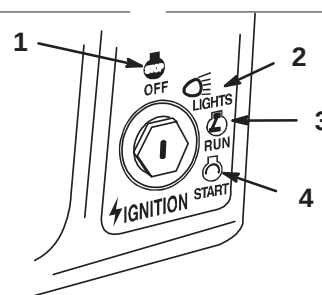

Figure 6
6. Tourner la clé de contact dans le sens des aiguilles d’une montre jusqu’en position de démarrage (“START”, Fig. 6), la maintenir jusqu’à ce que le moteur démarre, puis la lâcher.
2. Tourner la clé de contact sur “ARRET” (Fig. 6).